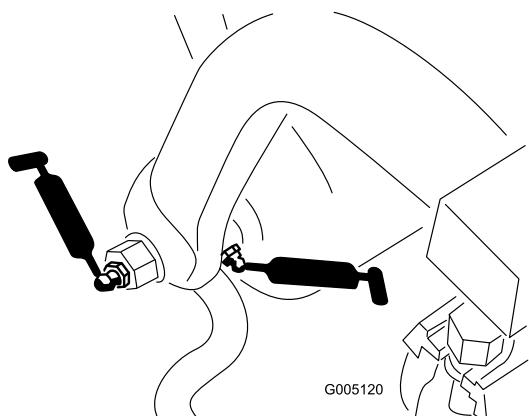

Figura 42
- Eje y rodillo del bastidor de tiro (12) (Figura 42)